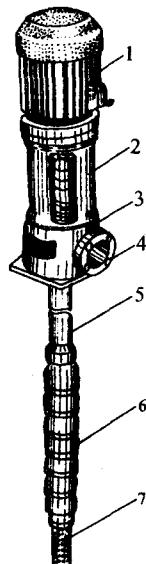

图 1-7 J 型长轴井泵的外形
(5) 井用泵的特点(图 1-7) 这类泵可分为二类,即一种是深井泵(JD型、J型),扬程在 50m 以上,它是多级单吸长轴式离心泵;另一种是浅井泵(国产水龙 TJ型),扬程在 50m 以下,它是单级单吸短轴式离心泵。